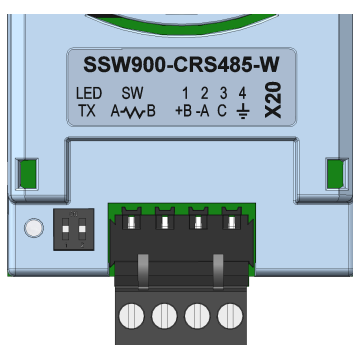

Figura 3.2: LED de indicação e chave de habilitação do resistor de terminação
O acessório possui chaves que podem ser ativadas para habilitar o resistor de terminação conforme figura 3.2. A configuração das chaves para habilitar o resistor de terminação é apresentada na tabela 3.2.
A soft-starter SSW900 possui um LED (TX), na cor verde, para indicação de transmissão de dados pelo produto (Figura 3.2).